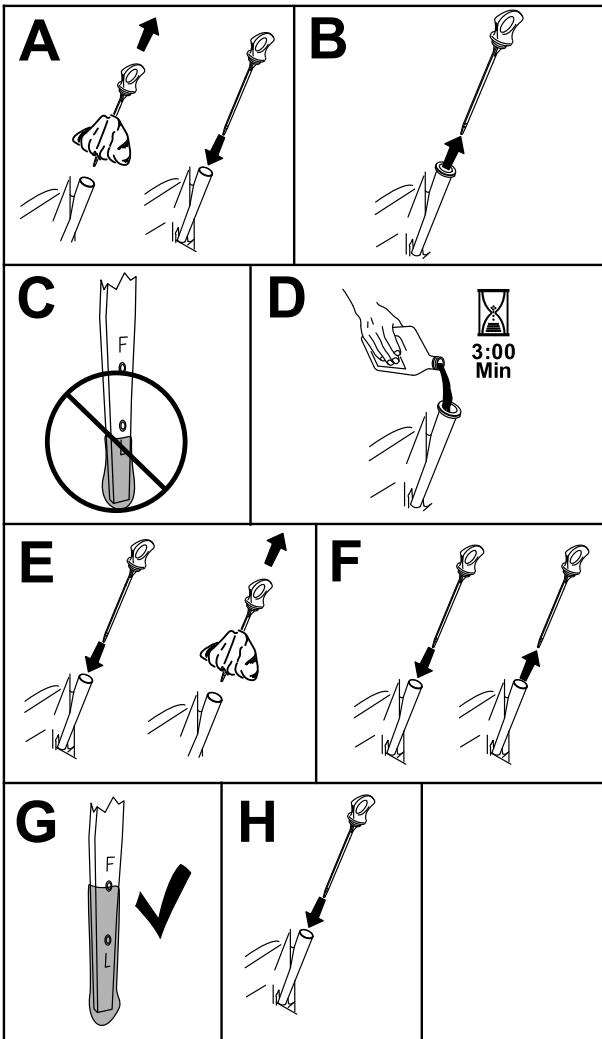

Figura 38
3. Para que no entre suciedad, recortes de hierba, etc., en el motor, limpие la zona alrededor del tapón de llenado/varilla de aceite antes de retirarlo (Figura 38).